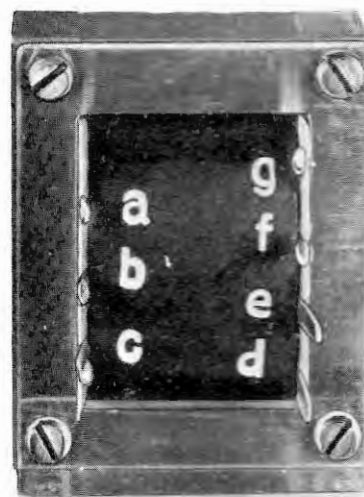

Figura 4
9. En la figura 4 le mostramos el transformador de cuadro. Observe que los terminales los tiene señalados con las letras "a, b, c, d, e, f y g". Pues bien, el primario lo componen las letras "a, b y c", el secundario, las "d y e" y el terciario, las "f y g", cuyos tres devanados completan la amplificación y adaptación de las bobinas deflectoras verticales.